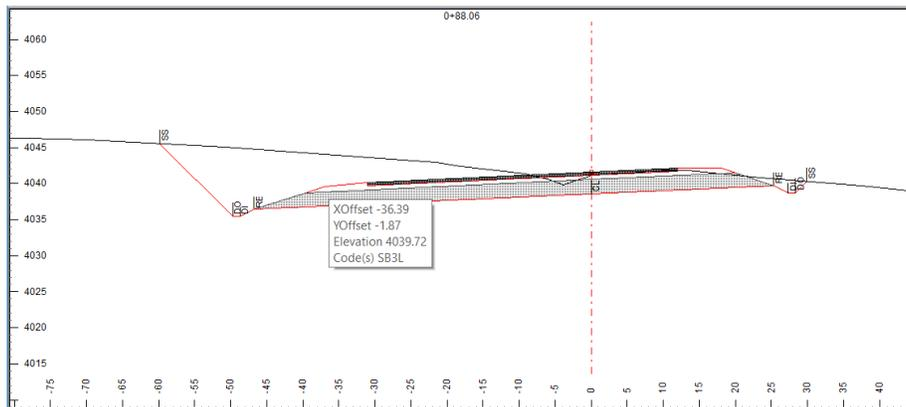

Figura 23-6: Información Adicional sobre Puntos no Mostrados
Ahora deberá ver los códigos de plantilla para la superficie de subrasante (Figura 23-6).
14. Mueva el mouse sobre un punto no desplegado (por ejemplo, el borde de berma). Se verá un cuadro con el Código del punto y e información adicional. (Figura 23-6).